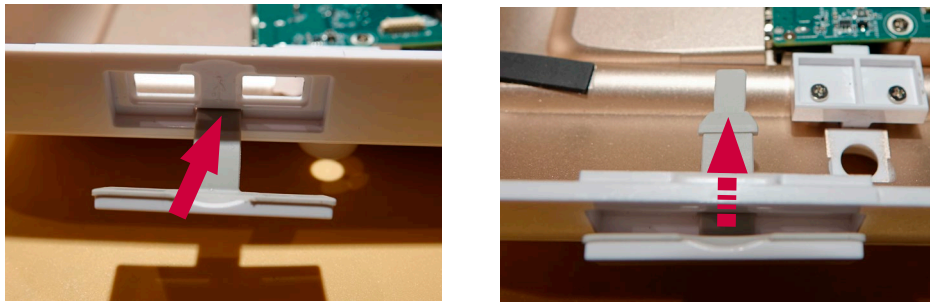

Рис. 26. Установка новой крышки USB-разъемов
- b) Вставьте новую крышку USB-разъемов с наружной стороны корпуса. Аккуратно установите гибкий шарнир на место с помощью плоской отвертки, стараясь не повредить резиновое уплотнение (рис. 26)